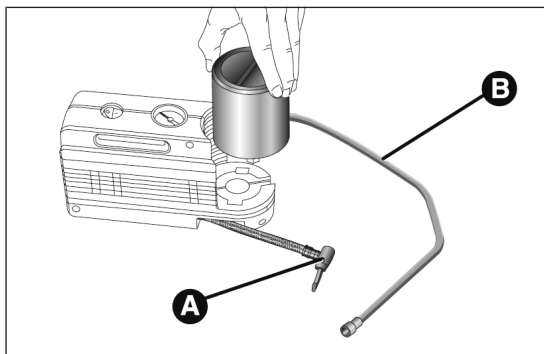

fig. 170
- débrancher le raccord A fig. 170 ;